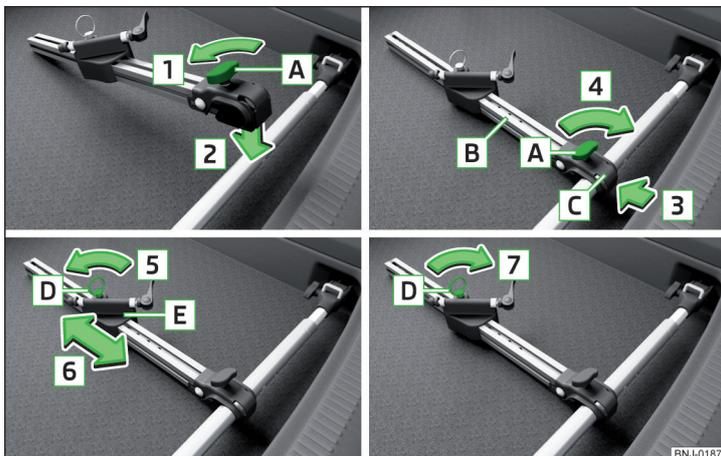

Fig. 107 Montagem do suporte para bicicletas
- Para **montar**, soltar o parafuso **A** no suporte para bicicletas (adiante só suporte) no sentido da seta **1** » Fig. 107.
- Se quer transportar duas bicicletas, soltar então o parafuso **A** » Fig. 107 na página 86 e deslocar o suporte em conjunto com a bicicleta fixada para a esquerda.
- Apertar o parafuso **A** » Fig. 107 na página 86 no suporte.
- Caso necessário, adaptar a posição da parte deslocável **E** » Fig. 107 na página 86.